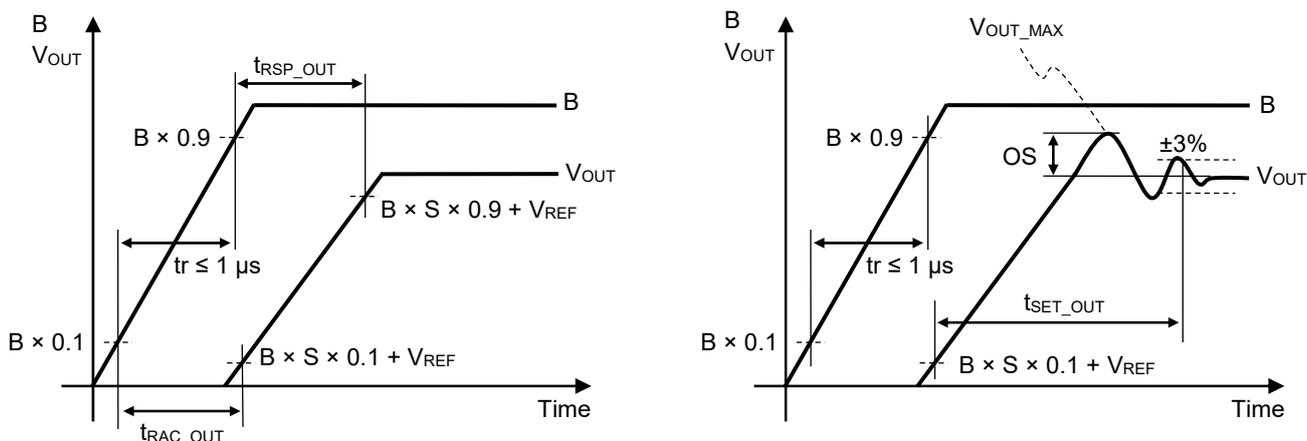

図26
図26に、磁束密度 (B) をその10% ~ 90%まで1  $\mu$ s以内に立ち上げたときの出力電圧 ( $V_{OUT}$ ) の応答波形を示します。磁束密度 (B) を印加して時間が十分経過した定常状態では、出力電圧 ( $V_{OUT}$ ) は  $B \times S + V_{REF}$  となります。ここで、磁束密度が  $B \times 0.1$  に達してから、出力電圧が  $B \times S \times 0.1 + V_{REF}$  に達するまでの時間を出力反応時間 ( $t_{RAC\_OUT}$ ) とします。磁束密度が  $B \times 0.9$  に達してから、出力電圧が  $B \times S \times 0.9 + V_{REF}$  に達するまでの時間を出力応答時間 ( $t_{RSP\_OUT}$ ) とします。出力電圧が  $B \times S \times 0.1 + V_{REF}$  に達してから、 $B \times S \times (1 \pm 0.03) + V_{REF}$  以内に静定するまでの時間を出力セトリング時間 ( $t_{SET\_OUT}$ ) とします。